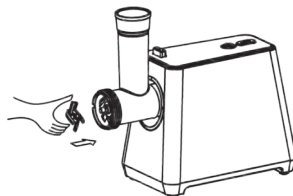

рис.3
3. Поместите нож на шнек плоской стороной в направлении, противоположном от шнека, как указано на рис. 3.